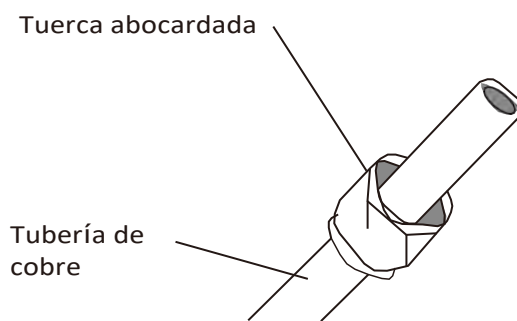

Fig. 5.3
3. Coloque las tuercas abocardadas en ambos extremos de la tubería. Asegúrese de que las tuercas están en la posición correcta, porque no puede colocarlas encima ni cambiar su posición después del abocardado. Vea la Fig. 5.3